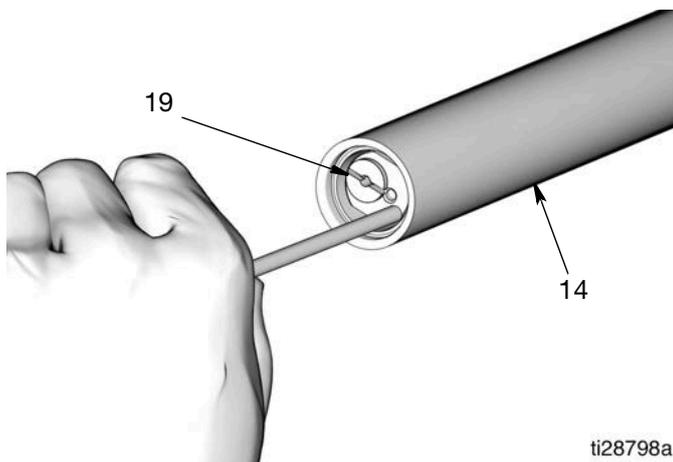

FIG. 29
3. Con una varilla suave y larga de aluminio o de latón, sin bordes cortantes ni rebabas, extraiga el conjunto de la válvula de retención (19) del tubo de salida (14) (FIG. 29).